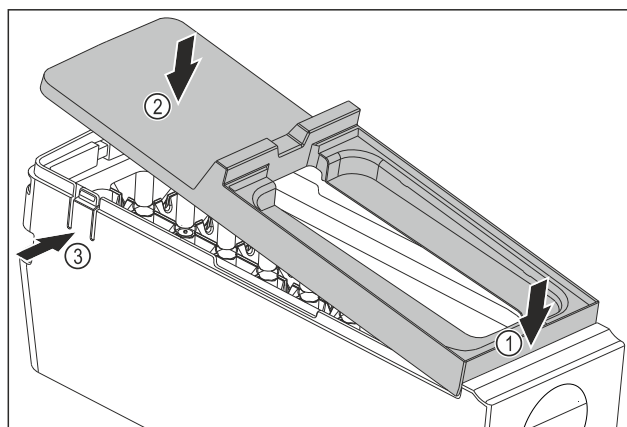

Fig. 146
- ▶ Монтаж на капака на корпуса на EasyTwist-Ice: Поставете капака отпред. Fig. 146 (1)
- ▶ Спуснете капака отзад. Fig. 146 (2)
- ▶ Капакът се фиксира с щракване в двете езичета Fig. 146 (3).